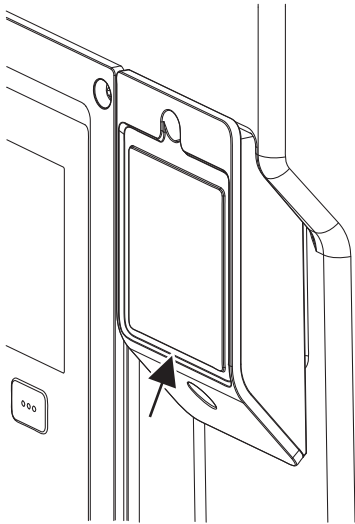

Fig. 32: Deksel for Wilo-Smart Connect modul BT
1. Løsne skruen på Wilo-Smart Connect moduldekselet (Fig. 32), og åpne dekkelet.
På grunn av utførelse kan Wilo-Smart Connect modul BT bare settes på plass i én justeringen. Det er ingen ytterligere feste av selve modulen. Wilo-Smart Connect moduldekselet (Fig. 32) på elektronikkmodulens overdel holder modulen fast i grensesnittet.